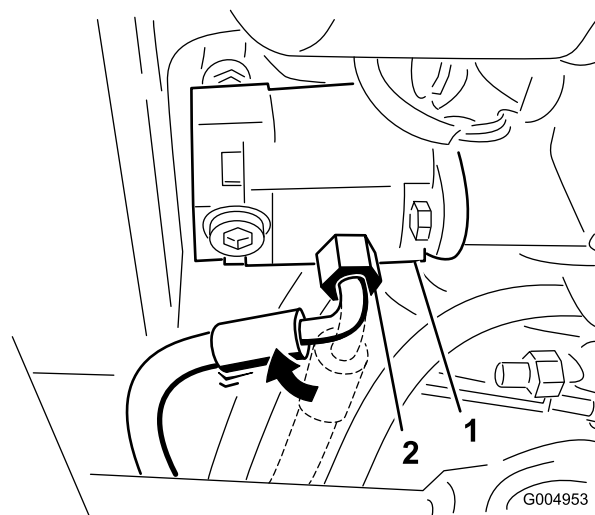

Figura 43
5. Desaperte o encaixe da mangueira de pressão na bomba e rode o encaixe 45 graus para a frente da máquina (Figura 43).
Nota: A Figura 43 ilustra a perspectiva de debaixo da unidade de tração.